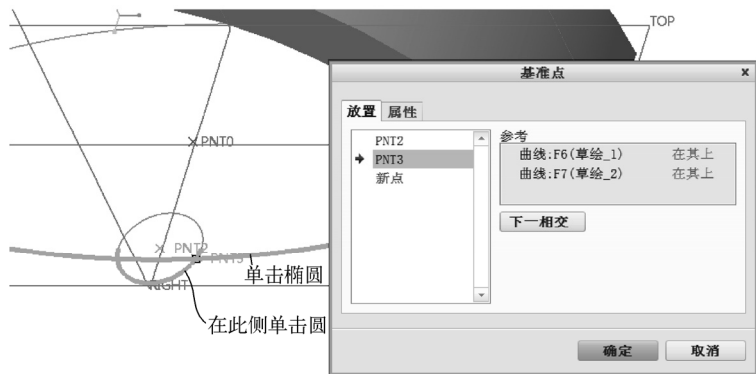

图 3-41 在曲线相交处创建基准点
- 2) 在草绘圆所需的一侧单击，接着按住 <Ctrl> 键并单击与之相交的椭圆，单击位置如图 3-41 所示。所选两曲线具有两个相交点，如果预览到默认基准点不是所需要的，那么可以单击“下一相交”按钮来切换。创建的基准点被自动命名为“PNT3”。